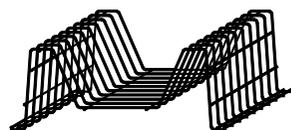

Рис. 10 – Опора дисков
**Подставка для дисков:** изготавливается из пищевой пластмассы, удобна для хранения дисков (рис. 10).